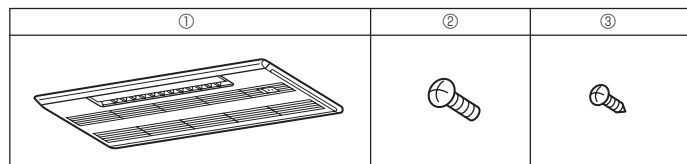

Fig. 7-1
7.1. Comprobación de los contenidos (Fig.7-1)